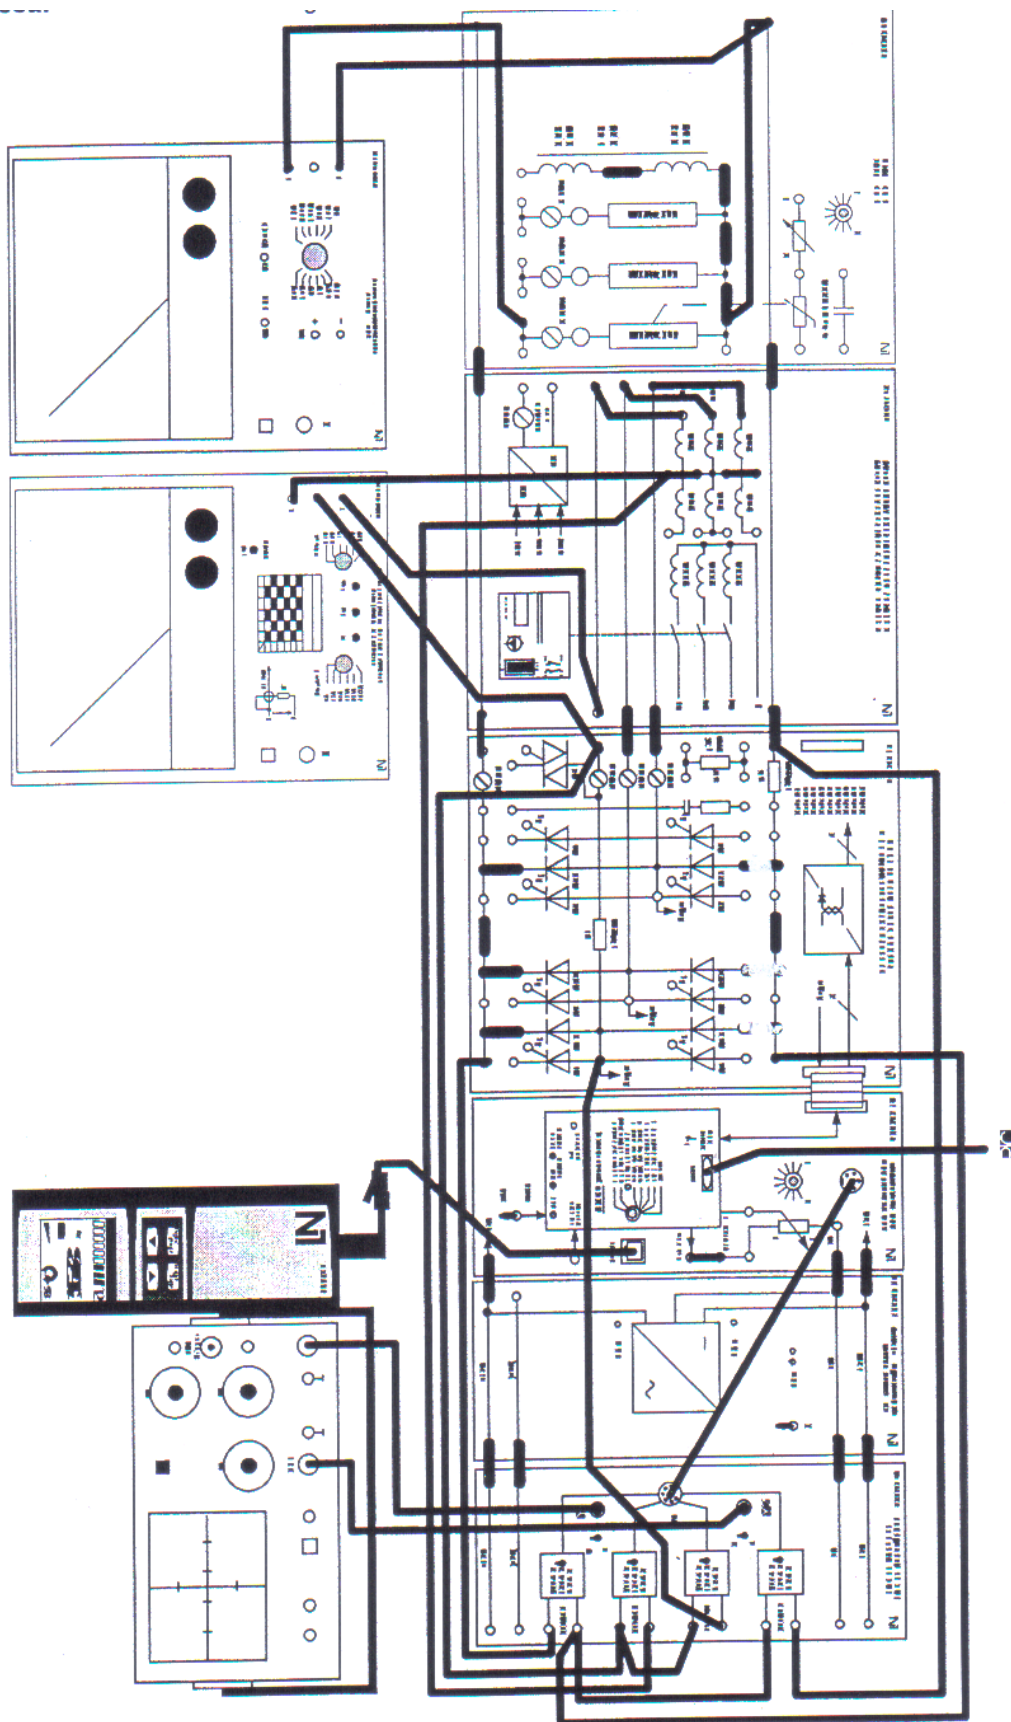

Fig I.14 : Schéma de connexions pour un redresseur triphasé mono- alternance non commandé
- *Après avoir terminé la connexion du circuit ci-dessus, (Figure I.14) vous pouvez effectuer l'expérience comme suit :*
1. Réalisez le circuit suivant le présent schéma des connexions (Figure I.14) et connectez les appareils. Mettez le circuit sur une charge ohmique de 270Ω avec une tension $94V$ et suivante $R=270 \Omega$, $L=1.2 H$